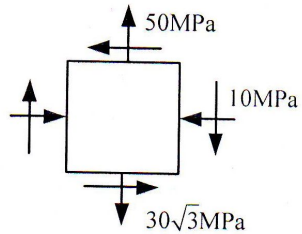

图 1-6
6. 如图 1-6 所示的平面应力微元体，该微元体主应力大小为\_\_\_\_\_，主应力方向为\_\_\_\_\_。